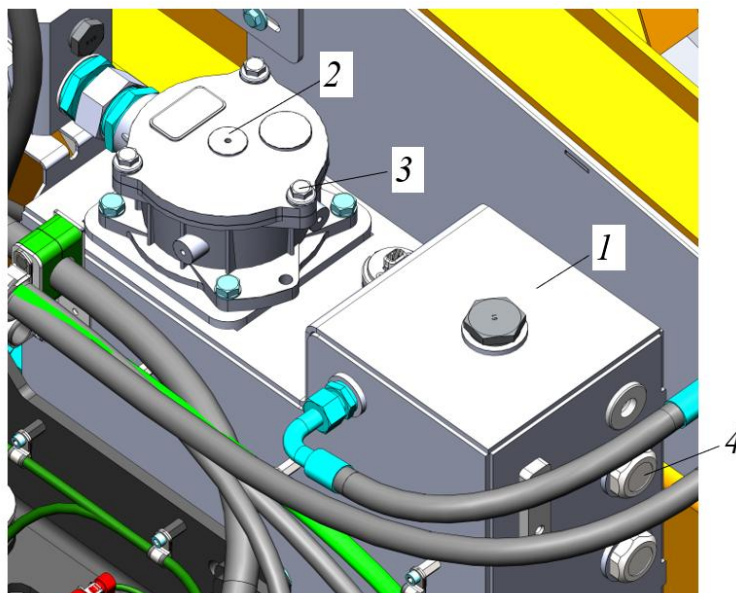

Рисунок 5.61. Замена фильтра в сливной линии
- Выкрутить крепеж (болты с шайбами) 3, снять крышку фильтра 2 в сливной линии, рис. 5.61;
- ▶ Залить масло через фильтр. Довести уровень масла в гидравлическом баке до середины верхнего смотрового окна, поз. 4, рис. 5.61.
- ▶ Закрыть крышку фильтра, притянув ее болтами с шайбами, поз. 3, рис. 5.61.